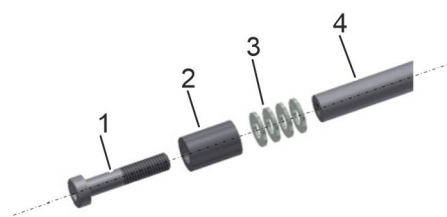

Fig. 13: Målepind
1. ➔ Skru skiverne 5,3 mm (Fig. 13/3) og afstandsringen (Fig. 13/2) på målepinden (Fig. 13/4) med skruen M5 (str. 4) (Fig. 13/1). Moment 8 Nm. Hold i den forbindelse kontra på målepinden med gaffelnøglen str. 6.